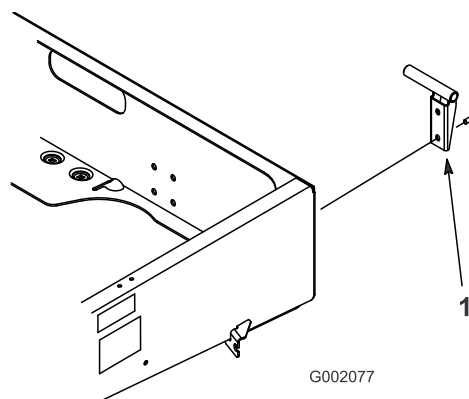

Figure 8
2. Fixez le pivot gauche à l'angle arrière gauche du châssis à l'aide de 2 vis à embase ((3/8 x 1 pouce)). Positionnez le pivot comme illustré à la Figure 8.